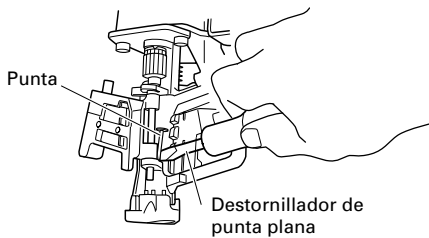

Fig. 12
- (2) Extraiga el clavo atascado con un destornillador de cabezal ranurado (Fig. 12).